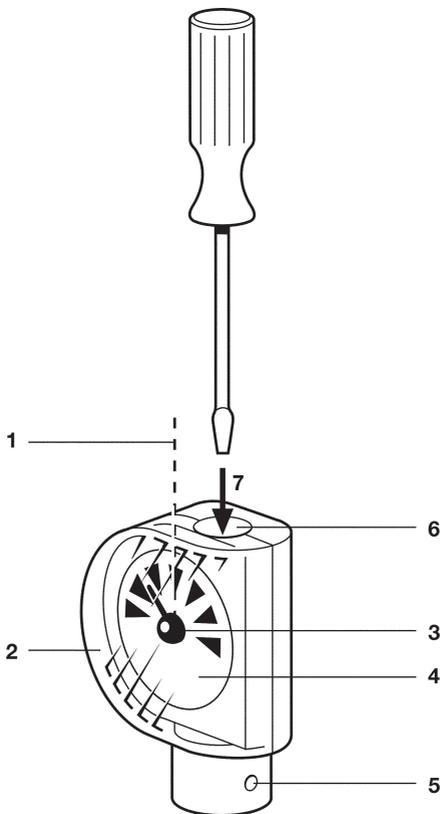

Fig. 6
Per quanto riguarda le istruzioni seguenti fare riferimento alla fig.6. Il sensore viene spedito dalla fabbrica con la regolazione posizionata al limite superiore del campo di temperatura e dovrà essere regolato, sull'impianto, alla posizione intermedia (1).